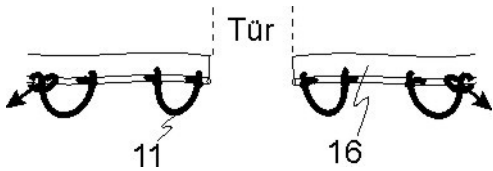

Abb. 8.1
## Richtige Einstellung von Gummiseilen (Abb. 8.1 bis 8.4)
Durch die Gummiseile (11) wird der Cabrio Dome auf dem Schwimmbecken verspannt! (Abb. 8.1) Im Keder (16) sind mehrere Löcher vorhanden. An die ersten zwei Löcher, rechts und links von der Tür wird jeweils ein Gummiseil (11) angeknüpft. Andere Gummiseile (11) an die zwei Löcher, die sich über einen Haken (13) befinden, durchstecken und an Keder verknoten. (Abb. 8.2) Den zweiten Knoten nicht zu fest zuziehen, damit das Gummiseil eventuell noch verstellt werden kann. Die Haken (13) befinden sich immer in der Mitte – bitte, das Bild beachten. (Abb. 8.3) Ist das nicht der Fall, das Gummiseil (11) auf neue Löcher anknüpfen!! Ausnahme sind nur die ersten Haken (13) rechts und links von der Tür.